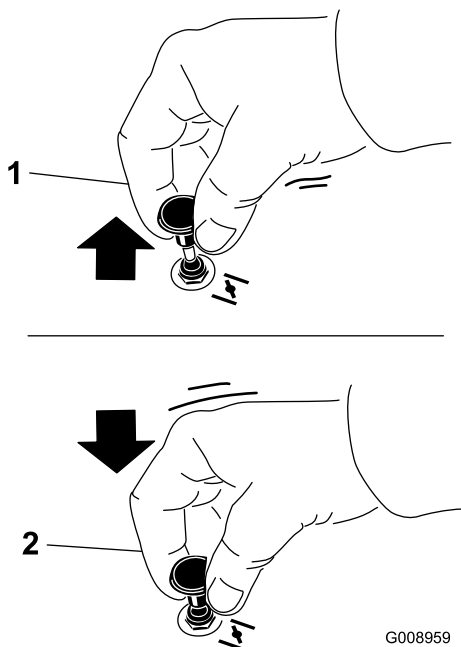

図 23
1. チョークのノブを引き出すとチョークがセットされるのでその後にエンジンを始動する(図 23)。
2. エンジンが始動したらチョークのつまみを押し込んでチョークを解除する 図 23。